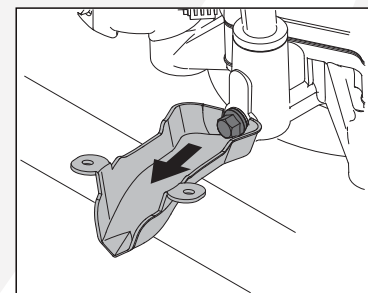

Fig. 35
3. Coloque la manga del drenaje de aceite (incluida con el tractor cortacésped) debajo del tapón de drenaje. (Fig. 35)